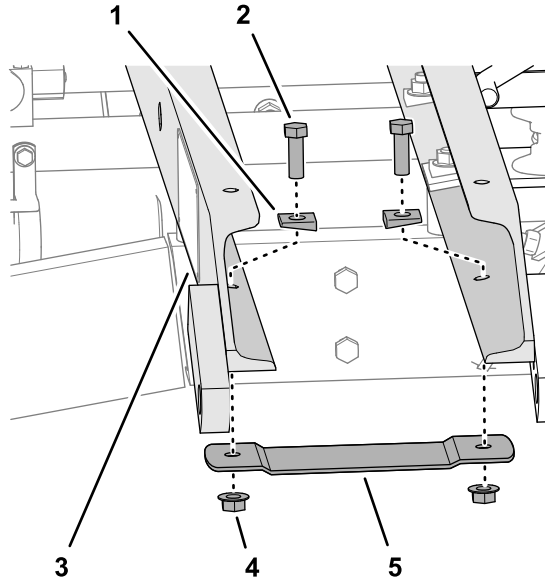

Figure 8
1. Alignez les trous du support de vérin sur les trous de 12,7 mm (1/2 po) de diamètre au fond des profilés transversaux (Figure 8).
2. Fixez le support de vérin sur les profilés transversaux (Figure 8) à l'aide de 2 vis (1/2 po x 1 1/2 po), 2 rondelles coniques et 2 contre-écrous à embase (1/2 po).